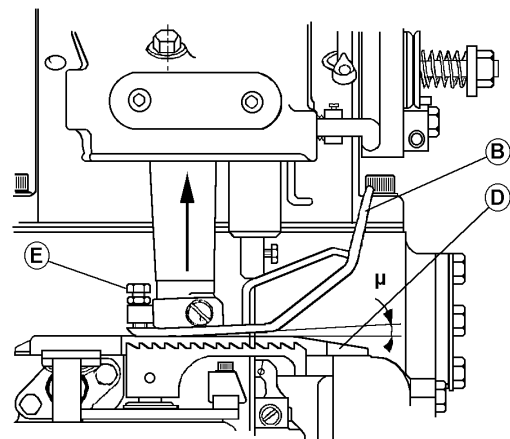

Fig: 10
14.1. Einstellung der Basis: Abb.10
Bei näherer Betrachtung der Abbildung 10 stellt man fest, dass die Basis (B) nicht ganz mit der Förderplatte (D) fluchten sollte, sondern an der vorderen Ecke der Basis eine schmale Öffnung (μ) sichtbar sein muss.